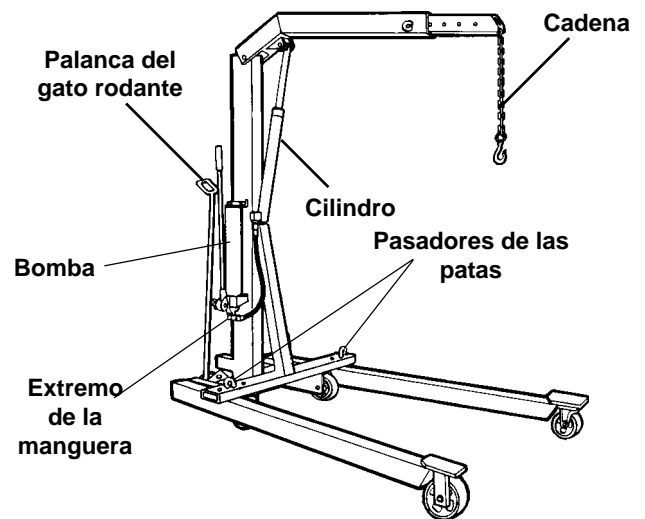

Figura 2
5. Arregle la bomba en el mástil de la grúa con el extremo de la manguera en el inferior. Pase cuatro prisioneros de 1/4 diám. x 1 pulg. de largo a través de la base de la bomba y por el mástil. Vea la Figura 2